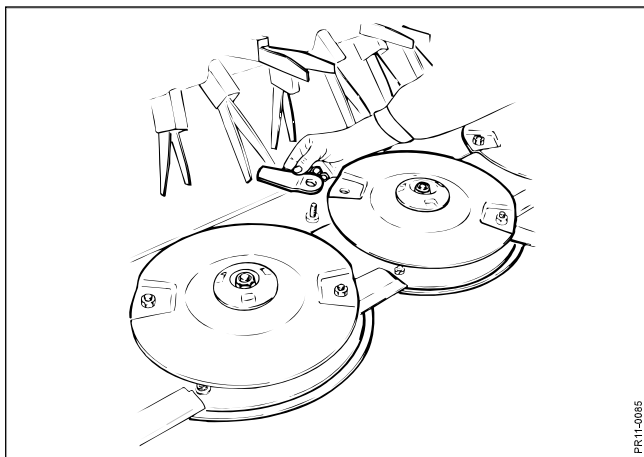

Fig. 5-12
- Fig. 5-12** Um ein zufriedenstellendes Arbeitsergebnis zu erreichen ist es wichtig, dass Messer und Gegenschneide in Ordnung und scharf geschliffen sind. Der Messerwechsel wird durchgeführt, indem der Messerbolzen abmontiert und von unten aus der Scheibe herausgezogen wird. Dieses geschieht am besten mit dem Messer in vorderer Stellung, damit der Bolzen durch das Loch in dem Steinschutz fallen kann. Das alte Messer wird entfernt und das neue Messer wird zusammen mit dem Messerbolzen montiert.